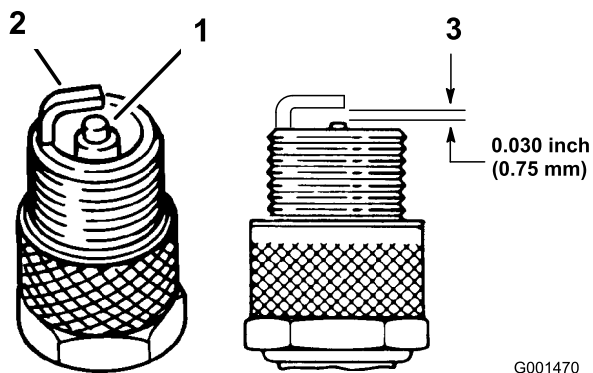

Figure 39
1. Examinez le centre de la bougie (Figure 39). Si le bec de l'isolateur est recouvert d'un léger dépôt gris ou brun, le moteur fonctionne correctement. S'il est couvert d'un dépôt noir, c'est généralement signe que le filtre à air est encrassé.
3. Contrôlez l'écartement entre l'électrode centrale et l'électrode latérale (Figure 39). Courbez l'électrode latérale (Figure 39) si l'écartement est incorrect.
3. Branchez la bougie (Figure 39).